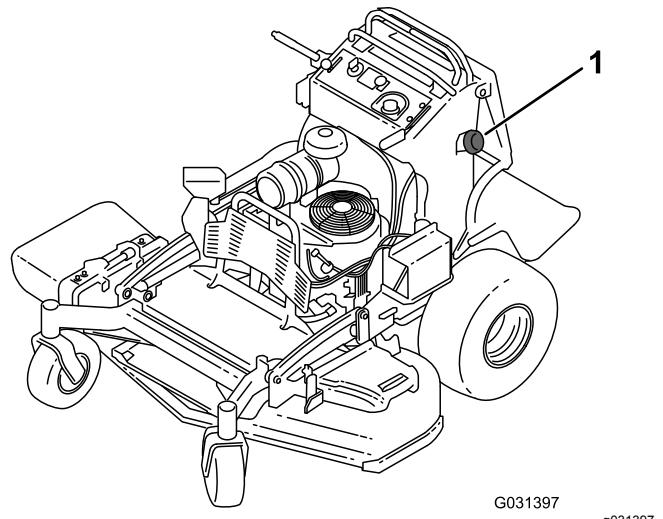

Bild 51
3. Reinigen Sie den Bereich um den Tankdeckel, damit keine Rückstände in den Kraftstofftank gelangen (Bild 51).